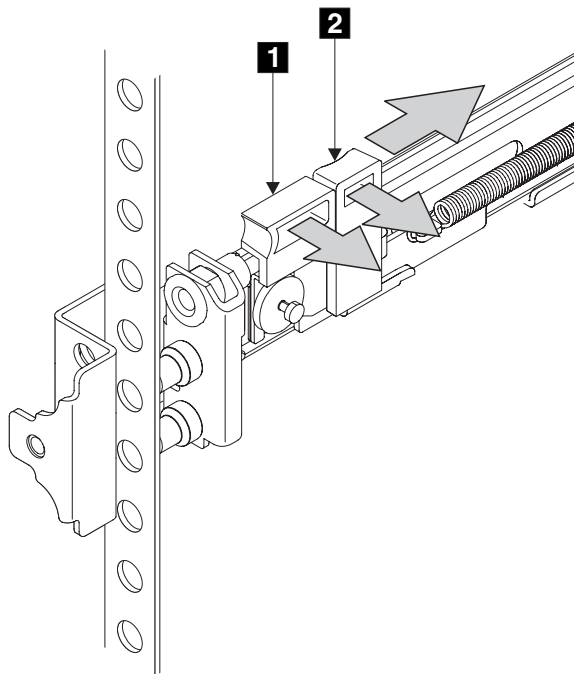

図 31. SAN ボリューム・コントローラー用左方サポート・レール
2. 図 31 に示すように、左手の人さし指をラッチ・レバーの後端 **2** に置き、左の親指をラッチ・ロックの前端 **1** に置きます。